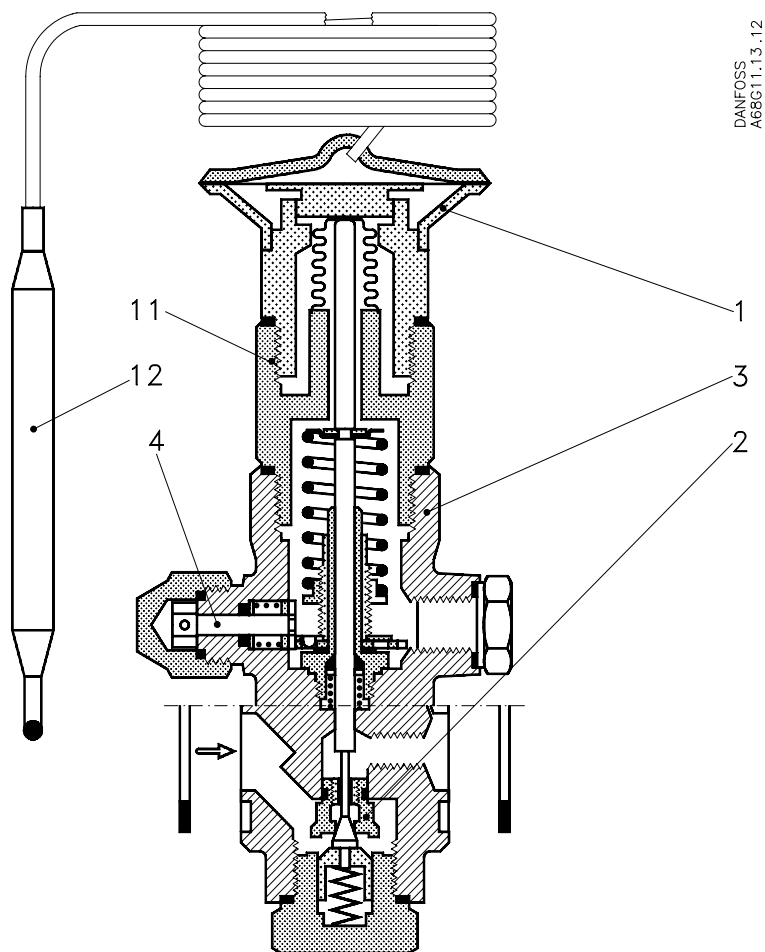

Fig. 1
TEAT monteres med gennemstrømning i pilens retning (fig. 1).
Drejning af reguleringsspindelen (fig. 1, pos. 4) venstre om (mod uret) giver større afkøling af tryk-røret- og omvendt. En omdrejning af regule-ringsspindelen (fig. 1, pos. 4) giver en temperaturændring på ca. 2°C.
Type TEAT is fitted with flow in the direction of the arrow (fig. 1).
Turning the regulating spindle (fig. 1, pos. 4) anticlockwise gives greater cooling of the discharge line and vice-versa. One turn of the regulating spindle (fig. 1, pos. 4) gives a temperature charge of approx. 2°C.
TEAT ist mit dem Durchfluß in Pfeilrichtung zu montieren (Abb. 1).
TEAT mit dem Bereich +90°C bis +130°C: 110°C Dreht man die Regelspindel nach links (im entgegengesetzten Uhrzeigersinn) ergibt sich eine grössere Abkühlung des Druckrohres - und umgekehrt. Eine volle Umdrehung der Regel-spindel (Abb. 1, Pos. 4) ergibt eine Temperaturänderung um ca. 2°C.
Monter le TEAT avec passage du fluide dans le sens de la flèche (fig. 1).